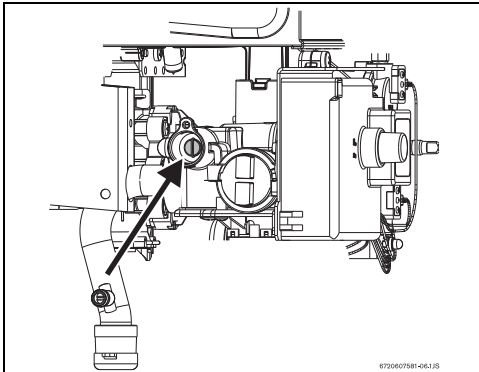

Fig. 12 Tornillo de ajuste de caudal de gas máximo
- Desmontar la cubierta del tornillo de ajuste del gas (Fig. 12).
- Utilizando la tuerca de ajuste (Fig. 12), regule la presión hasta alcanzar los valores indicados en la tab. 9.